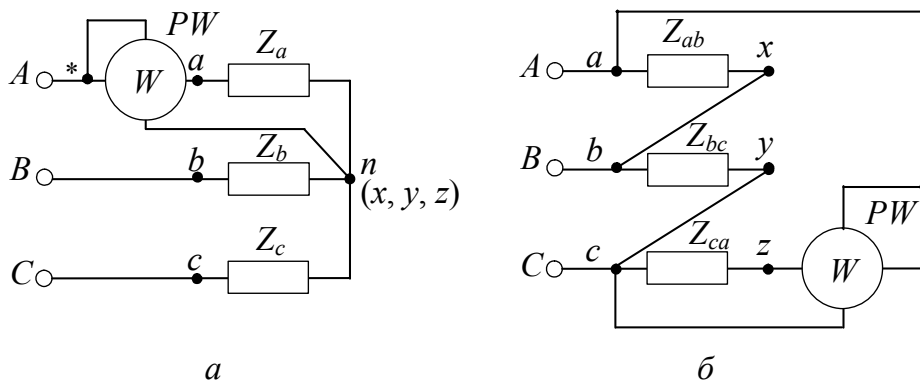

Рис. 40. Схема измерения активной мощности одной фазы с помощью ваттметра
где  $P_{\phi}$  – активная мощность одной фазы, измеренная с помощью ваттметра (рис. 40, а, б).
1. Соберите электрическую цепь по схеме звезда (рис. 40, а). Измерьте и запишите в табл. 17 значения напряжения  $U_{\text{л}}$ , тока  $I_{\text{л}}$ , мощности  $P_{\text{л}}$  для активной и активно-емкостной симметричных нагрузок. По результатам измерений рассчитайте активную  $P$  и реактивную  $Q$  мощности цепи.